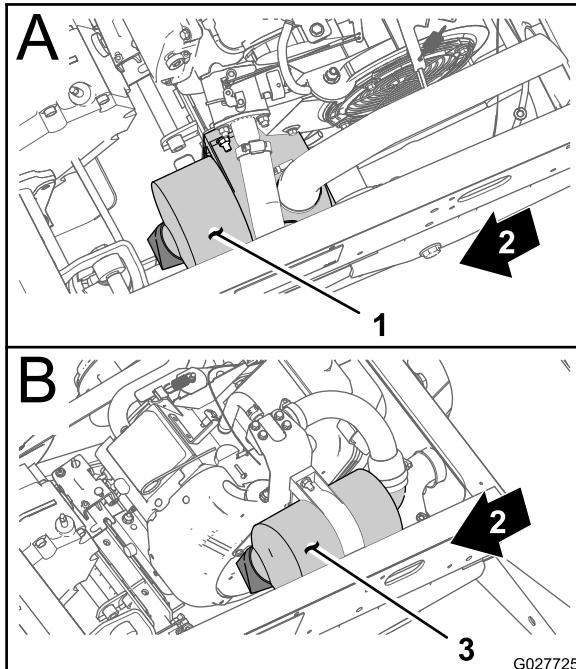
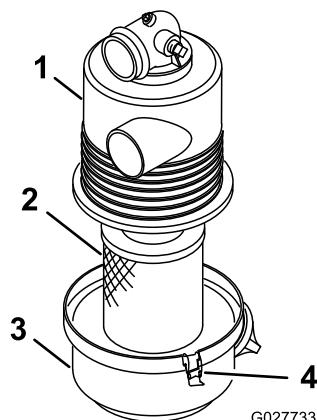

Рисунок 35
Рисунок 36
(Рисунок 35 и Рисунок 36).
воздушного фильтра на его корпусе (Рисунок 36).
фильтра (Рисунок 36).
3. Вставьте элемент в корпус воздушного фильтра (Рисунок 36).
4. Совместите крышку воздухоочистителя с его корпусом (Рисунок 36).
5. Закрепите крышку на корпусе запелками (Рисунок 36).